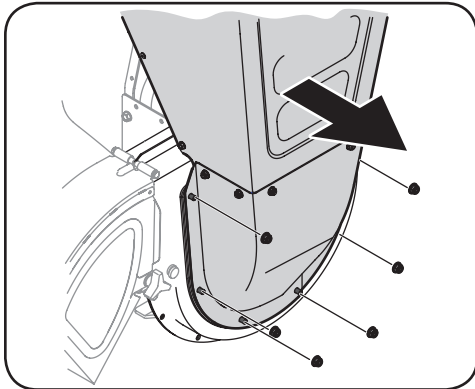

Figura 5-15
- Saque las seis tuercas con reborde que sujetan la guía de ingreso de la tolva a la caja del motor. Vea la Figura 5-15.